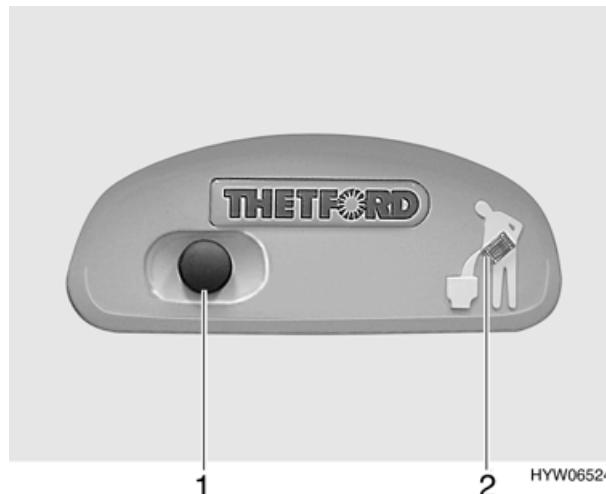

Fig. 87 Pulsante acqua di scarico/Luce spia cassetta Thetford (variante 1)
- Per sciacquare premere il pulsante blu (Fig. 87,1).
Quando la cassetta Thetford è piena e deve venire svuotata, la luce spia (Fig. 87,2) si accende.